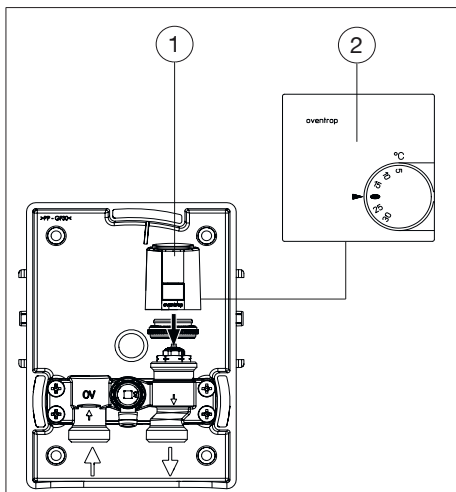

Abb. 9: Raumthermostat mit Stellantrieb montieren
3. Schrauben Sie den Stellantrieb (siehe Abb. 9 auf Seite 12 (1)) auf das Ventil. Führen Sie das Kabel durch die Bohrung im Wand-einbaukasten (siehe 6.1 auf Seite 9).